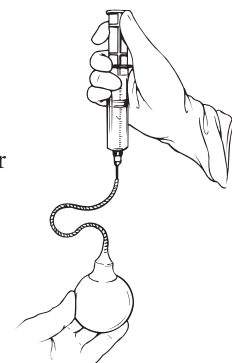

Figure 4-10
2. En tenant le réservoir, attachez une aiguille de 15G et une seringue de 60 ml partiellement remplie de solution saline normale stérile au réservoir (**figure 4-10**).